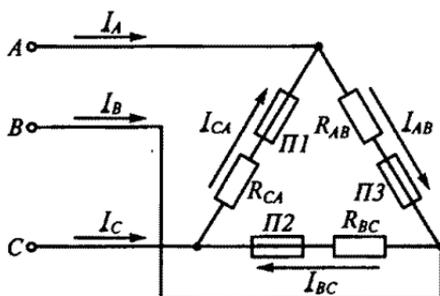

Рис. 131
3.107. Как изменятся токи, если перегорит предохранитель PI в схеме на рис. 131?